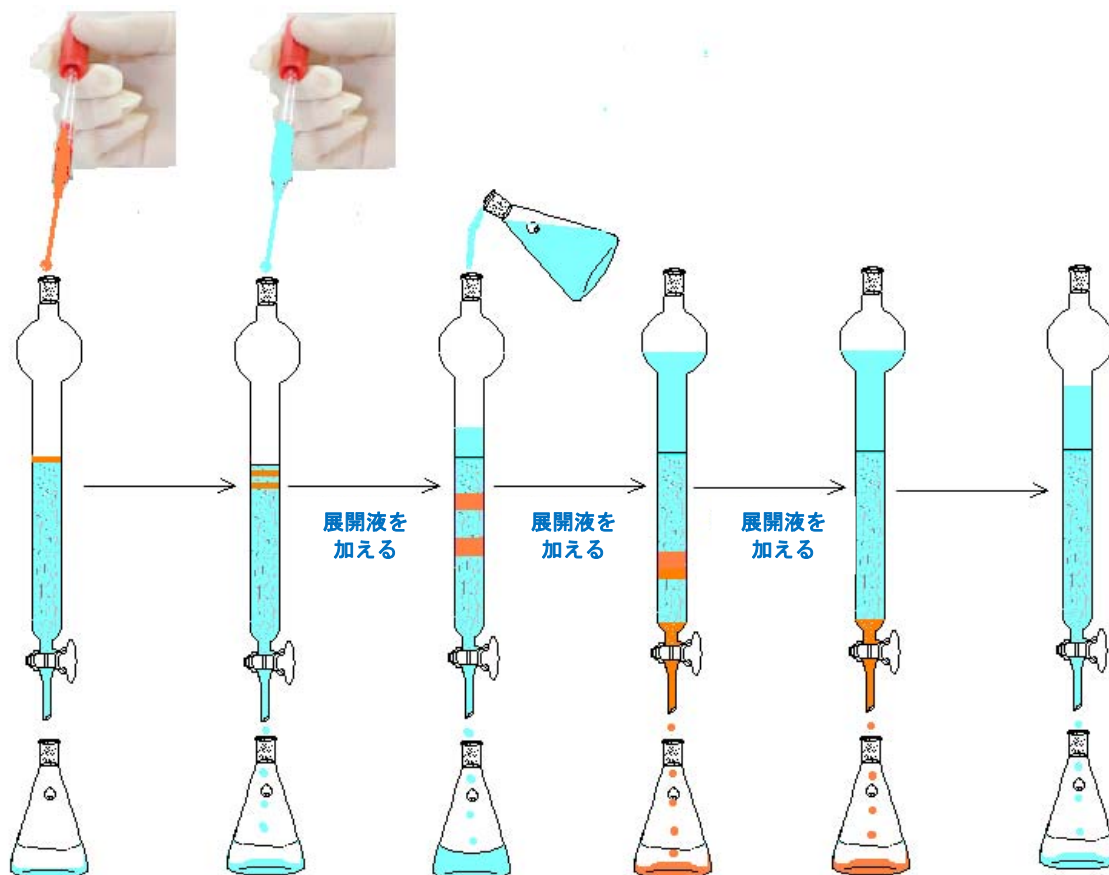

図 2.3 フラッシュカラムクロマトグラフィー
2. コックを閉め、パスツールピペットを使ってフラスコ内の 合物をフラッシュカラムの最上 に せる (図 2.3)。